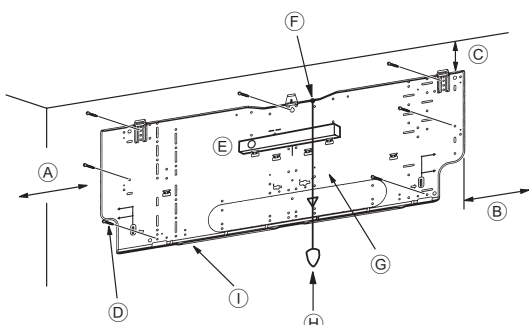
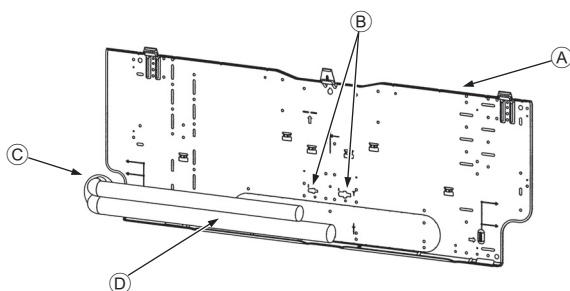

Fig. 3-4
Fig. 3-5
■ PKA-A-KA(L) (Fig. 3-4)
- (A) Min. 90 mm, 3-35/64 inch
- (B) Min. 200 mm, 7-7/8 inch
- (C) Min. 70 mm, 2-3/4 inch
- (D) Vis de fixation (4 × 25) ②
- (E) Niveau
- (F) Serrer le filetage sur l'orifice.
- (G) Placer le niveau contre la ligne de référence horizontale de la planche d'installation et monter à niveau. Maintenir le filetage et aligner avec ∇ EPK de la planche d'installation pour mettre à niveau.
- (H) Poids
- (I) Planche d'installation ①
3.3. Lors de l'insertion des tuyaux dans le mur (Fig. 3-5)
- (A) Planche d'installation ①
- (B) Marquage de référence des raccords évasés
- (C) Orifice passant
- (D) Tuyauterie sur site